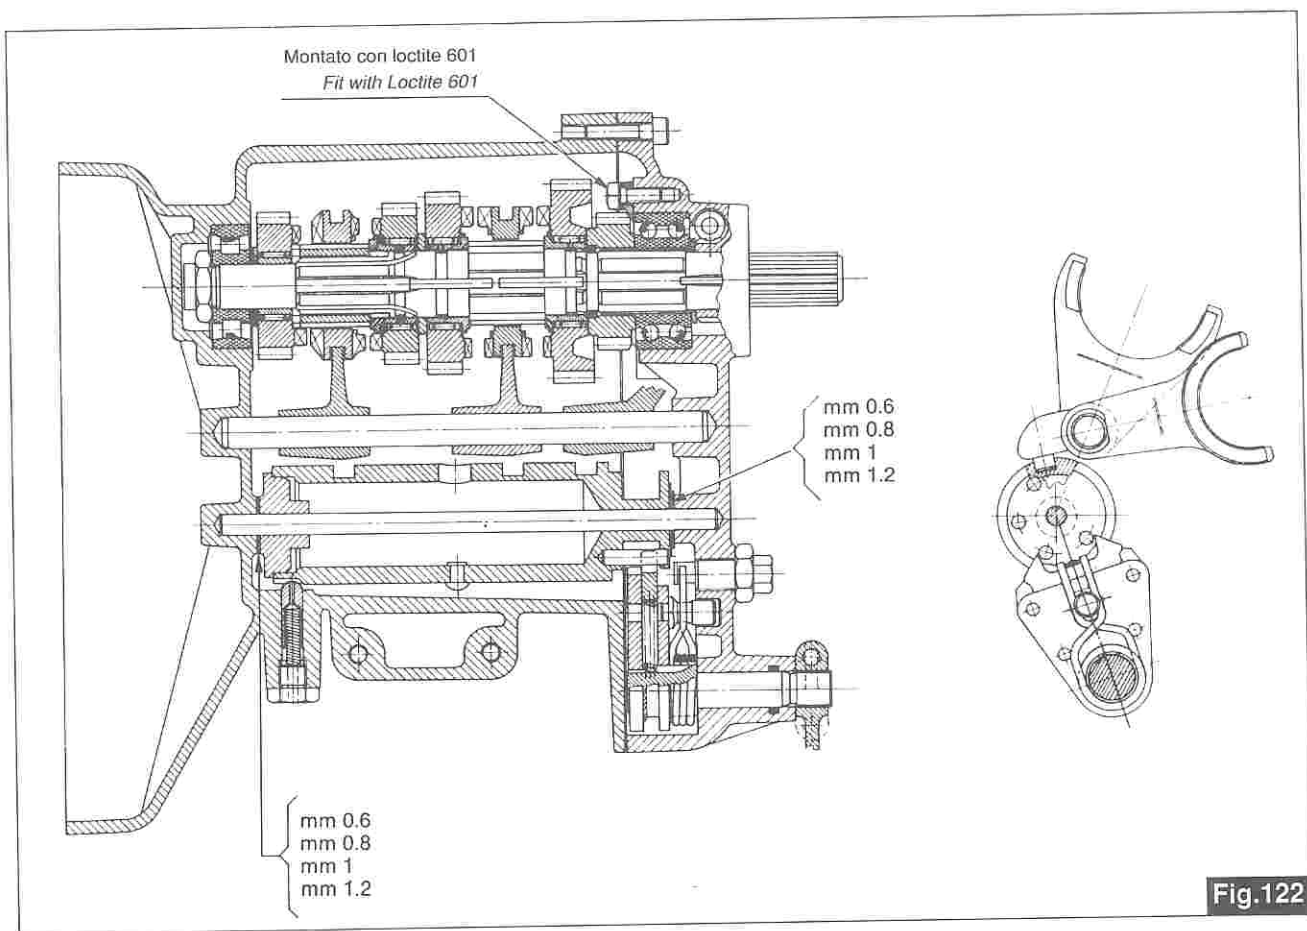

Fig.122
■ provare l'innesto delle marce dalla 1^a alla 5^a velocità e scalando dalla 5^a alla 1^a e quindi in "folle". Se si avverte un innesto difficoltoso occorre smontare di nuovo il coperchio e spessorare in modo adeguato tra scatola e tamburo se si riscontra difficoltà di innesto della 1^a e 3^a velocità e tra tamburo e coperchio se si riscontra difficoltà di innesto della 2^a e 4^a velocità. Le rosette di spessorazione vengono fornite nelle seguenti misure: mm 0,6 - 0,8 - 1 - 1,2 (vedere fig.122).
■ check the gear engagement in the 1st to the 5th speeds, then by changing down from the 5th to the 1st, and, finally, in "neutral". If the engagement operation appears to be difficult, the cover should be disassembled again and the distance between the gearbox and the cylinder should be shimmed once more; if the engagement operation appears to be difficult between the 1st and the 2nd speeds, the distance between cylinder and the cover should be adjusted, as with 2nd and 4th speeds. The shimming washers are supplied in the following dimensions: 0.6 - 0.8 - 1 - 1.2 (see fig.122).